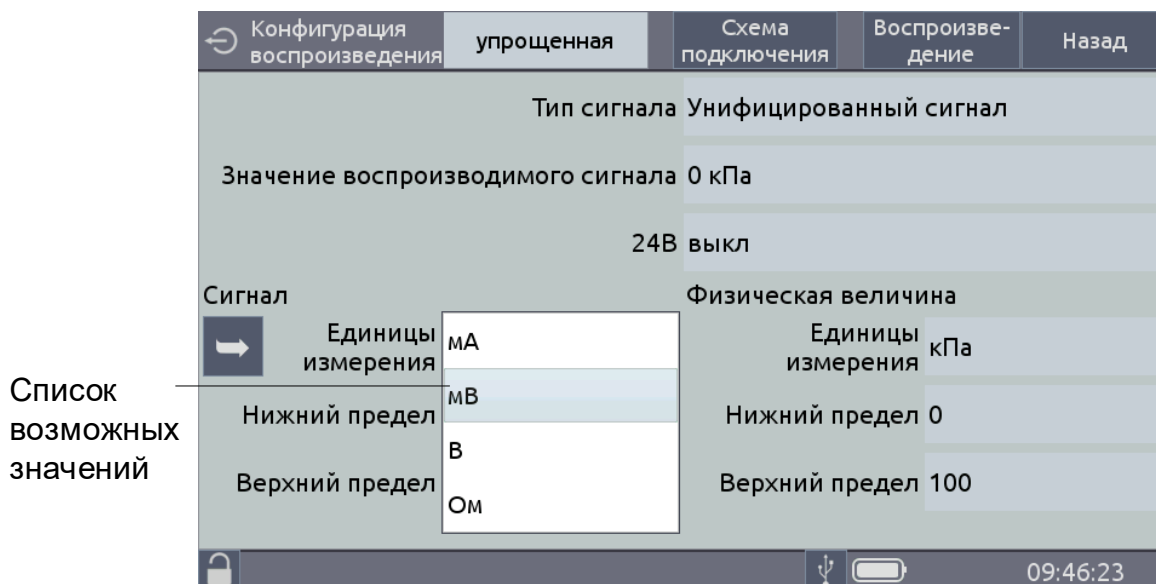

Рисунок 2.15
Единицы измерений выбирают из списка (см. рисунок 2.15).
- ручной, при этом пользователю следует ввести значение температуры холодного спая в редактируемое поле «Значение компенсации» (см. рисунок 2.15);
- автоматический, при этом редактируемое поле «Значение компенсации» не активно (см. рисунок 2.15).